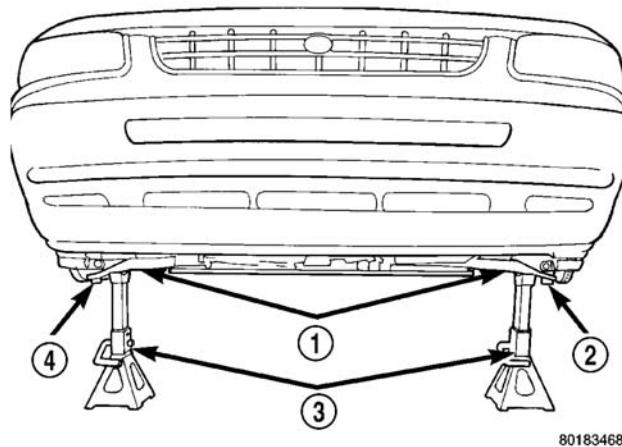

图 30 支承架支撑车重
(2) 安装将下控制臂的前衬套连接到前悬架托架横梁上的新枢轴螺栓 (图 30)。此时不要紧固或拧动枢轴螺栓。
注意：在下控制臂下定位支承架时，不要将支承架置于球头下（图 30）。
(8) 将支承架置于下控制臂下面时，要尽可能靠近球头 (图 30)。将车辆降到支承架上，直至支承架支撑车辆的总重。
(9) 紧固前下控制臂枢轴螺栓至 $183 \text{ N} \cdot \text{m}$ (135 ft.lbs.) 的扭矩。